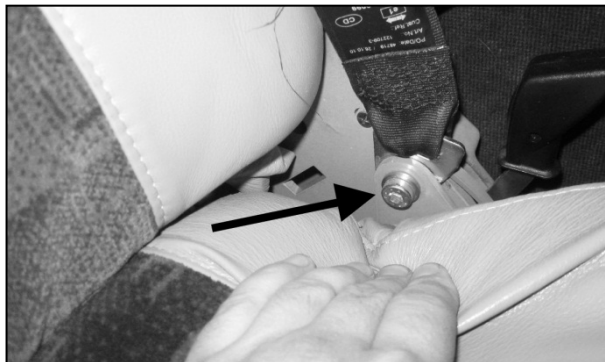

FIGURE 4 PIVOT DE SIEGE ET ANCRAGE DE CEINTURE (COTE RUE)
Deux boulons, gauche et droit. Retirer l'ancrage de ceinture de sécurité côté cloison (fig. 4).
13. Reposer l'ensemble coussin (fig. 4).